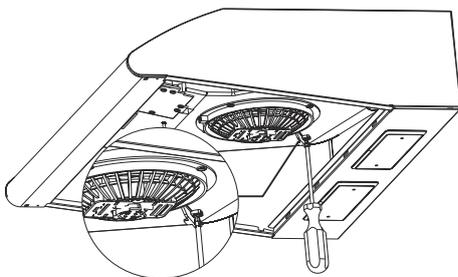

Abb. 7: kurze Drossel
- ➔ Installieren Sie die kurze Drossel im Installationszubehör anstelle der langen Drossel (Abb. 7).